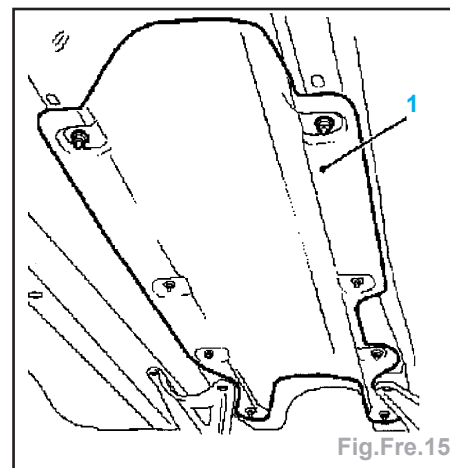

Fig.Fre.15
- Démontez la tôle calorifuge (1) du soubassement du véhicule (8 écrous) (Fig.Fre.15).